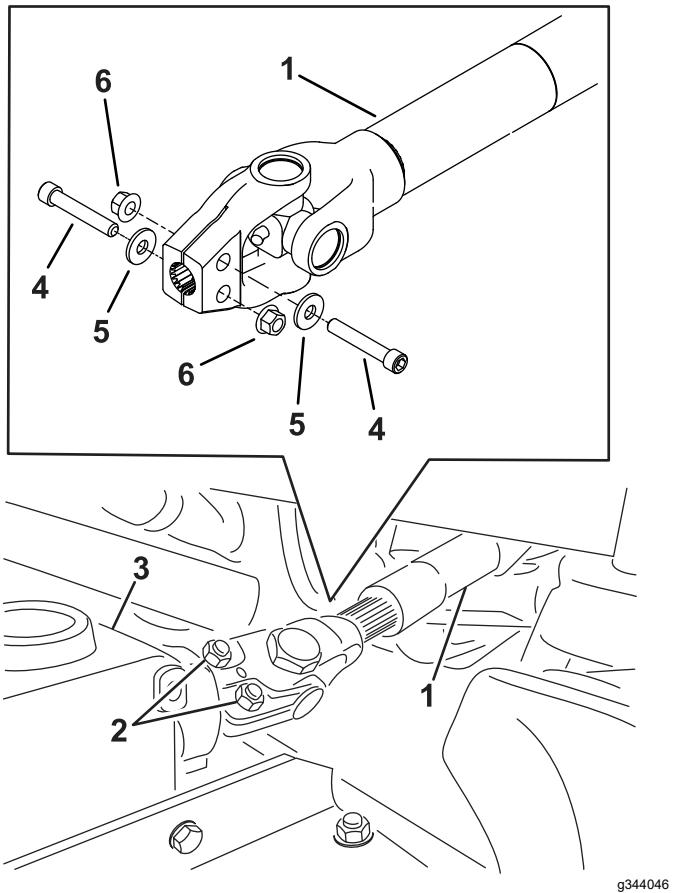

Figure 4
2. Retirez les boulons et les écrous de l'arbre de PDF (Figure 4) et détachez la chape de l'arbre de l'accessoire avant. Mettez les fixations au rebut.
- Glissez la chape de l'arbre de PDF sur l'arbre de l'accessoire avant, et fixez les arbres ensemble à l'aide de 2 boulons à tête hexagonale creuse ($\frac{3}{8}$ " x $2\frac{1}{4}$ "), 2 rondelles et 2 écrous à embase ($\frac{3}{8}$ ") à l'opposé les uns des autres, et serrez-les alternativement (Figure 4).